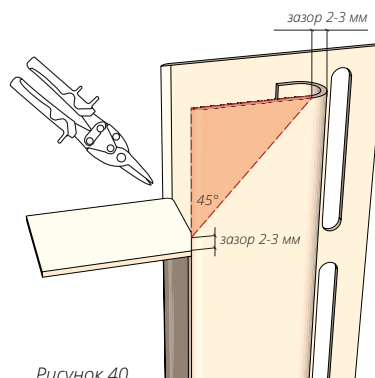

Рисунок 40
14.4 Если соединение лицевой части нужно сделать под 45° , подрежьте J-профиль согласно рис. 40.